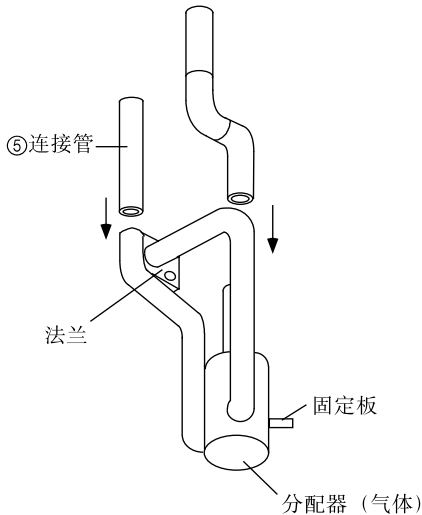

图 5
- (3) 铜焊连接管 (⑤) 并在机组外面将在步骤 (2) 中组装的管道连接到分配器 (气体) 上。有关组装步骤, 见图5。当铜焊管道时, 使用湿的废布冷却分配器侧的管道, 以免由于铜焊造成过热。